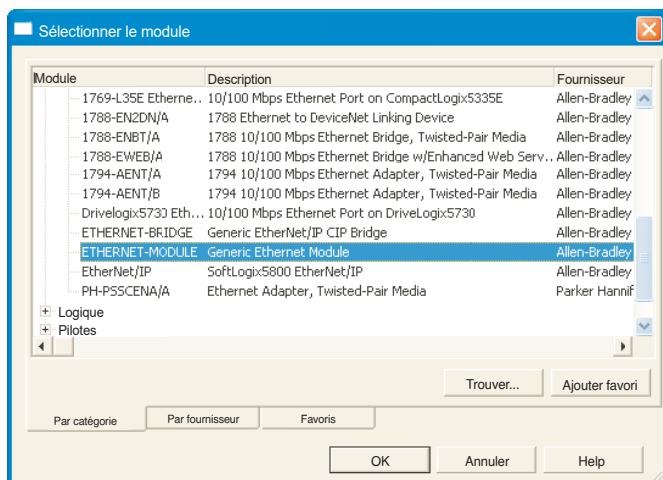

Figure 4.3.21n Sélection du module EtherNet générique
3. En utilisant la barre de défilement, si nécessaire, cliquez sur la commande « Module Ethernet générique » (figure 4.3.21n) et cliquez sur « OK » (ou double-cliquez sur la commande sélectionnée).